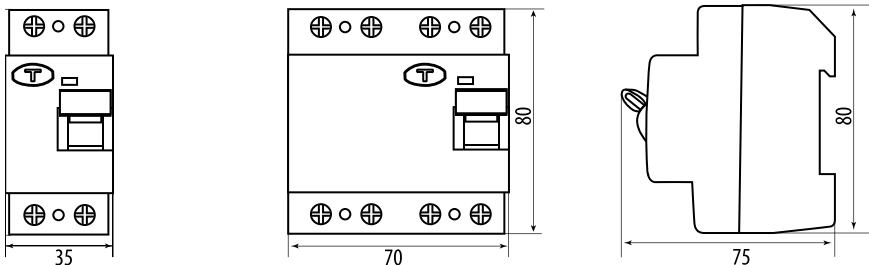
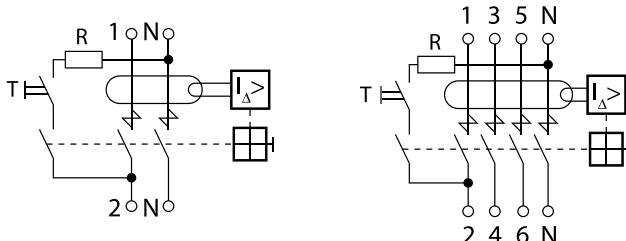

Рис. 2. Габаритные размеры, мм
Рис. 3. Схемы подключения
3.7. Габаритные размеры (рис. 2) и схемы подключения (рис. 3).